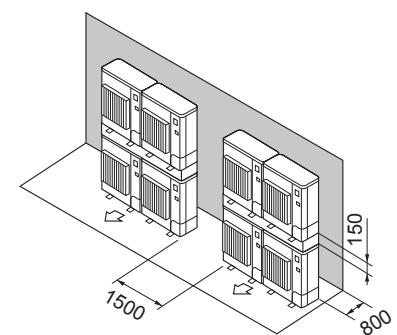

Fig. 2-19
⑦ Opstelling met boven elkaar geplaatste apparaten (Fig. 2-19)